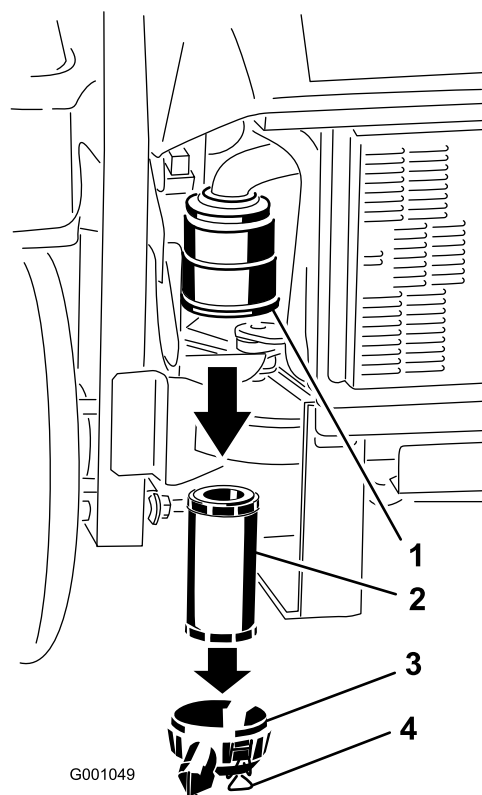

Figure 43
3. Déverrouillez le filtre à air et détachez le couvercle du boîtier du filtre (Figure 43).
5. Sortez l'élément filtrant du boîtier du filtre à air avec précaution (Figure 43). Évitez de cogner l'élément à l'intérieur du boîtier.